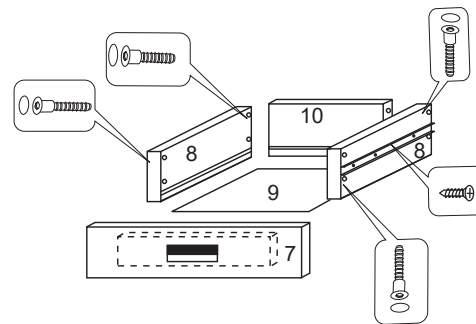

Рис.4 Сборка ящиков
5. Установите петли (Ф-14) сначала к столешнице с зеркалом (дет. 15) рис.2,3 на саморезы 4x25, после к задней стенке (дет. 11) рис.4. на винты М4x16